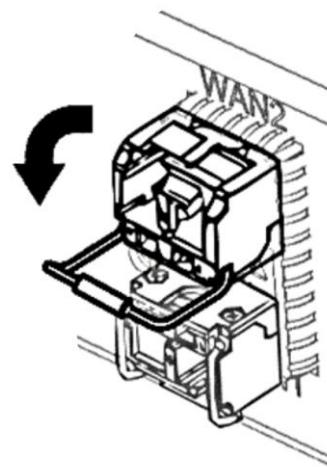

Рисунок 29 – Разблокирование удерживающей защелки
- разблокируйте удерживающую защелку, откинув рукоятку трансивера (Рисунок 29);